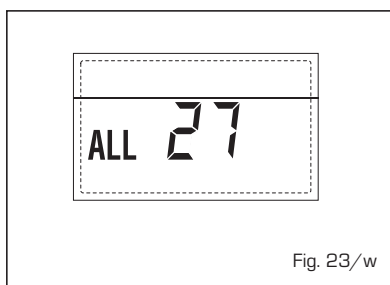

Fig. 23/w
- ANOMALIA COERÊNCIA ENTRADA (S3) SOMENTE POR SISTEMA 7 "ALL 28" (fig. 23/y)